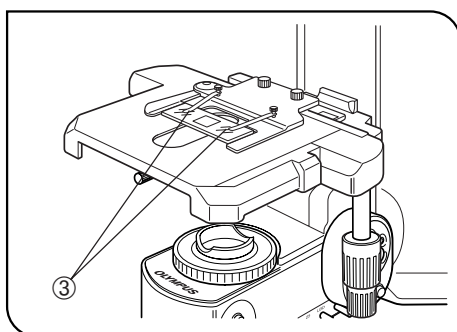

Abb. 19
Durch Adsorption des Immersionsöls kann sich das Objekt verschieben. In diesem Fall empfiehlt sich die Verwendung der als Zubehör erhältlichen Objektklammer BH2-SCB-3 ③ für Ölimmersionsobjektive. (Abb. 19)